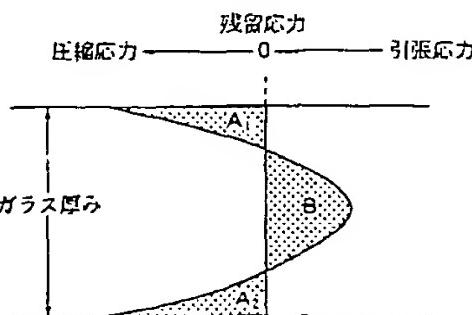

図1 物理強化ガラスの残留応力分布①
表面が室温になった後、内部はさらに $\Delta T$ だけ温度が下がる。このとき内部は収縮するのでガラスの表面には圧縮応力が、内部には引張応力が残ることになる。図1に板厚方向の残留応力の分布を示す①。上下両表面には板厚の1/5程度の厚さに圧縮応力が分布している。板厚の3/5程度の中央部分は引張応力である。これらの応力はトータルではバランスが取られており、図1における圧縮応力の面積の和と引張応力の面積は等しい（ $A_1 + A_2 = B$ ）。